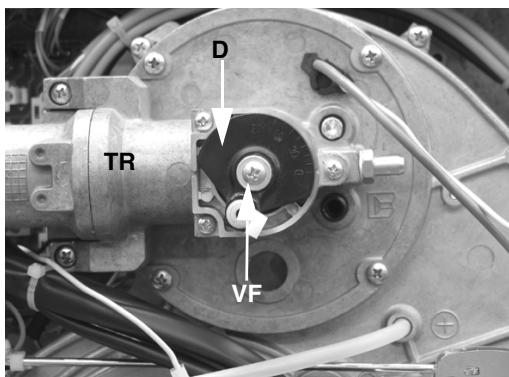

Fig. 21: Pozitie standard
- 11 Rotiti discul **D** la 180° si fixati-l cu surubul **VF** (Fig. 21).